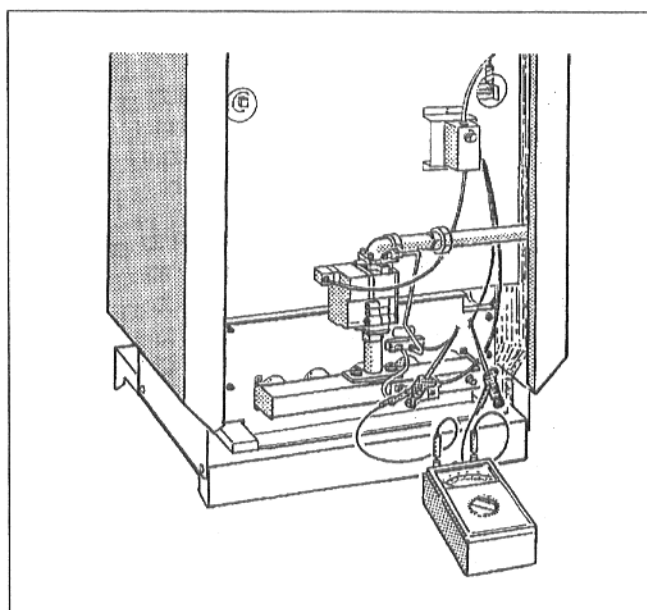

Рис. 24: Измерение тока ионизации
- Подключить измерительный прибор последовательно к контрольному кабелю и к контрольному электроду (Рис. 24). Установить на измерительном приборе диапазон измерения постоянного тока в мкА.